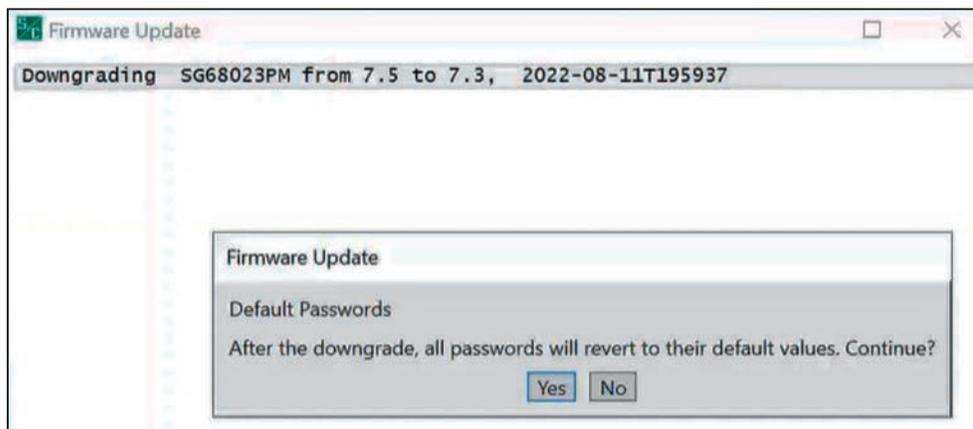

Figura 47. El mensaje de downgrade (descenso de versión) de la Contraseña Predeterminada.
PASO 15. Al cambiar de una versión de software 7.3.100 o posterior a una versión anterior a la 7.3.100, aparecerá un mensaje indicando que las contraseñas volverán a los valores predeterminados durante el proceso de cambio. Haga clic en el botón **Sí** para continuar con la actualización. Si elige “No”, se detendrá el proceso de downgrade. Ver Figura 47.